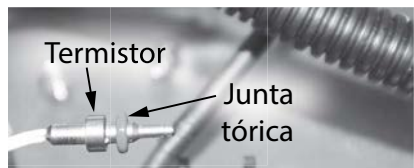

Figura 234 - Ubicación de la junta tórica del termistor.
26 Ubique la junta tórica (3.8 X 1.9) incluida en el kit. Coloque la junta tórica sobre el termistor e instálela en la base del conjunto de salida. Consulte la Figura 234.
- 6 Ubique los tres (3) tornillos que fijan el cartucho X3®/de derivación, como se muestra en la Figura 234. Retire el tornillo **(A)** M4-12 mm y los dos tornillos **(B)** M4-25 mm del cartucho. Deje los tornillos a un lado en un lugar seguro para volver a instalarlos.